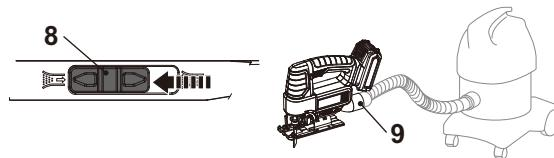

Fig. 3
Conecte un dispositivo de extracción de polvo, por ejemplo, un accesorio de aspiración adecuado (\varnothing 35 mm) a la conexión de extracción de polvo (9). Deslice el interruptor de selección de soplado/ aspiración (8) (Fig. 3) hacia la izquierda hasta la posición de aspiración de polvo.